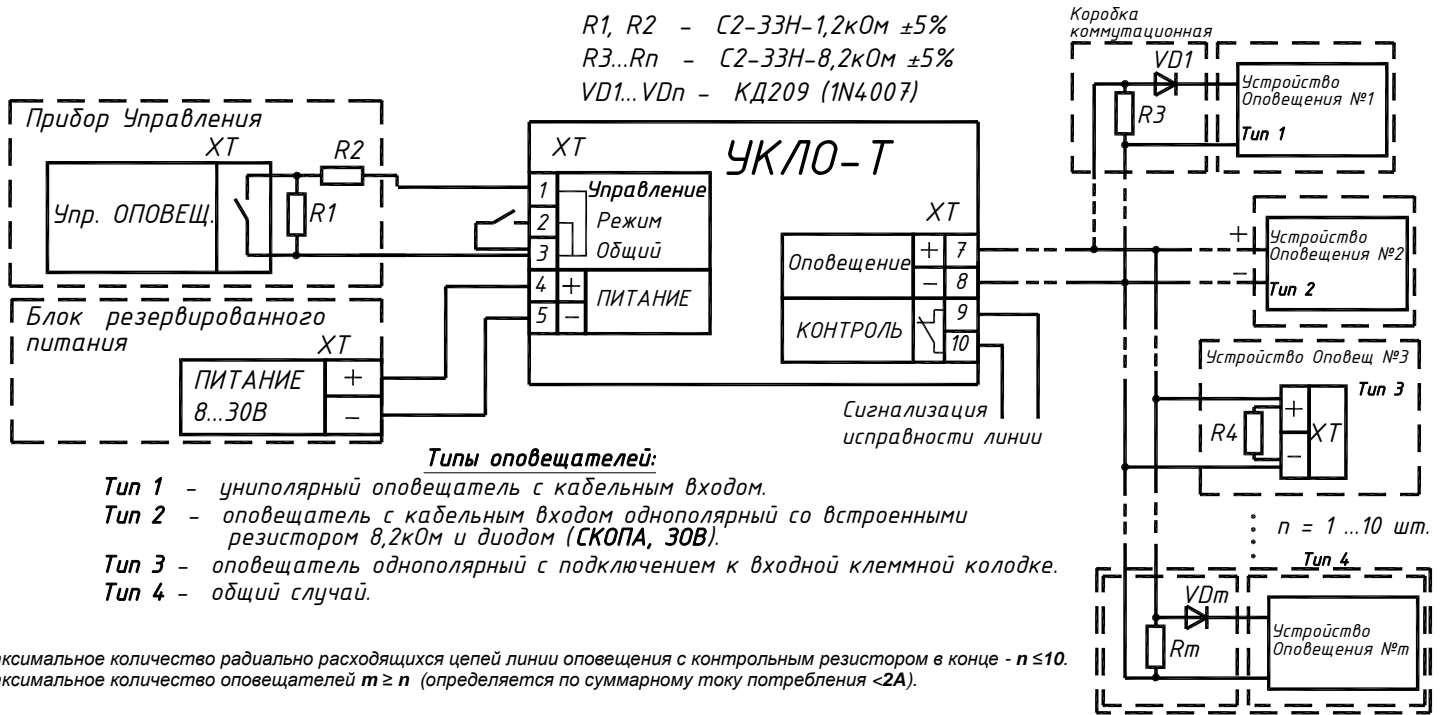

Рис. 2. Схема подключения УКЛО-Т.
7.2 Произвести подключение по схеме согласно рис.2.
- в оповещателях **СКОПА** и **ЗОВ** указанные элементы имеются в составе схемы оповещателя (см. рис. 2 Тип 2);
- многие серийные УО имеют одностороннюю проводимость по входу питания; в этом случае диод можно не устанавливать (см. рис. 2 Тип 3).
7.3 Дополнительные резистор и диод могут устанавливаться во вводимом отделении УО непосредственно на контактах входной клеммной колодки (см. рис. 2 Тип 3).
При подключении оповещателей с залитым кабелем (*типа СКОПА, ЗОВ*) дополнительные элементы (*дополнительные диоды при линейном расположении*) должны устанавливаться в промежуточной коммутационной коробке, располагаемой как можно ближе к УО (см. рис.2 Тип 1).